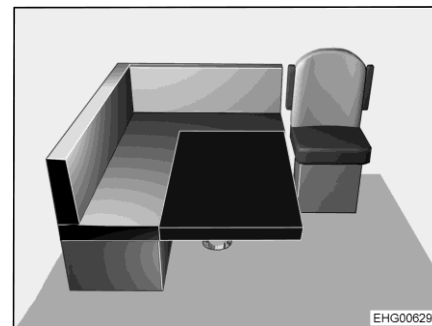

Fig. 69 Después de la transformación
- Colocar el cojín adicional sobre la mesa del modo mostrado en Fig. 69. La esquina redondeada mostrará hacia el lado delantero derecho.